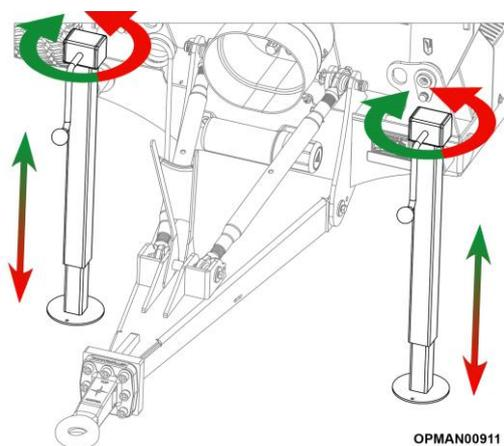

Abbildung 4.10
- 4.4.2.1 Drehen Sie den Griff am Wagenheber, um den Gabelkopf der Zugmaschine und die Zugöse der Maschine auf die richtige Höhe zu bringen, siehe Abbildung 4.10.